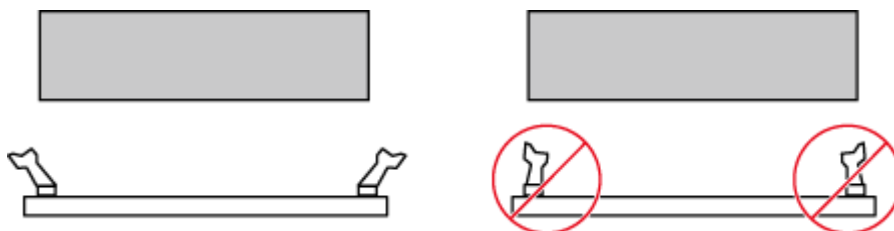

图 5-19 正确打开内存插槽的固定夹
8. 确保内存插槽的两个固定夹都处于完全打开位置，如图 5-19 所示。